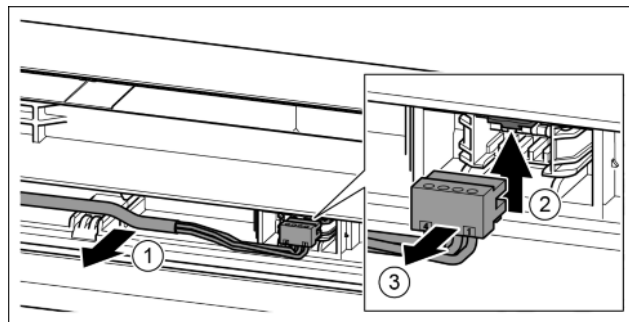

Fig. 19
- ▶ A szürke kábelt óvatosan vegye ki az ajtóban lévő vezető-sínből. Fig. 19 (1)
- ▶ Nyomja felfelé a fedőlemezt. Fig. 19 (2)
- ▶ Óvatosan húzza ki a dugót. Fig. 19 (3)